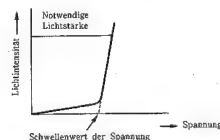

Abb. 12
5. Vorsichtsmaßnahmen bei Wartungsarbeiten (Abb. 12)
Der Halbleiter-Laser ist sehr empfindlich hinsichtlich statischer Entladungen und Überspannungen. Achten Sie darauf, daß Sie nie die Anschlüsse des Halbleiter-Lasers und die Anschlüsse auf der flexiblen Platte mit den Händen oder einem Werkzeug berühren. Wie auf Abbildung 12 dargestellt, steigen die Lichtintensität und der Strom sprunghaft an, wenn einmal der Schwellenwert überschritten ist.